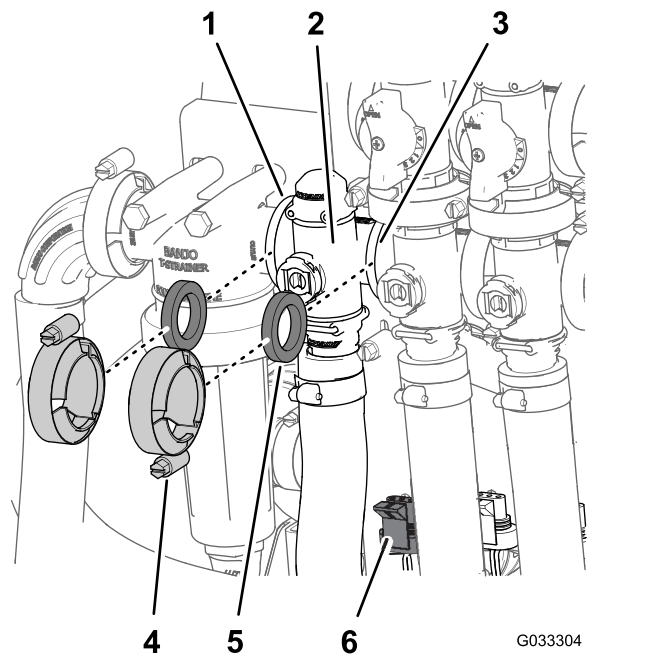

Figura 67
1. Remova as braçadeiras e juntas que prendem o coletor da válvula de controle de taxa (Figura 67).